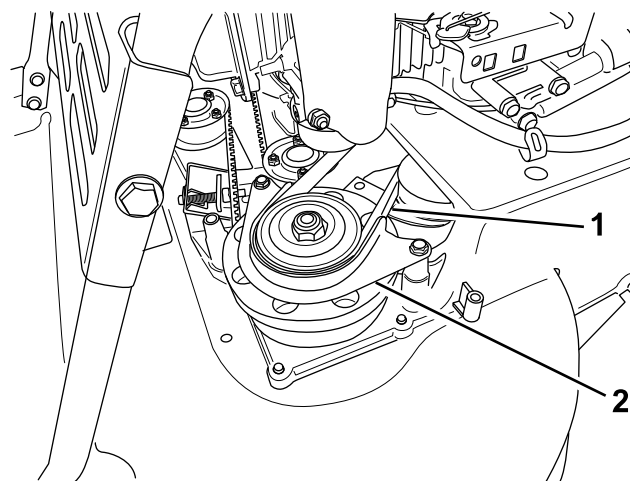

Figure 40
6. Déposez la protection de la courroie du BBC (Figure 40).